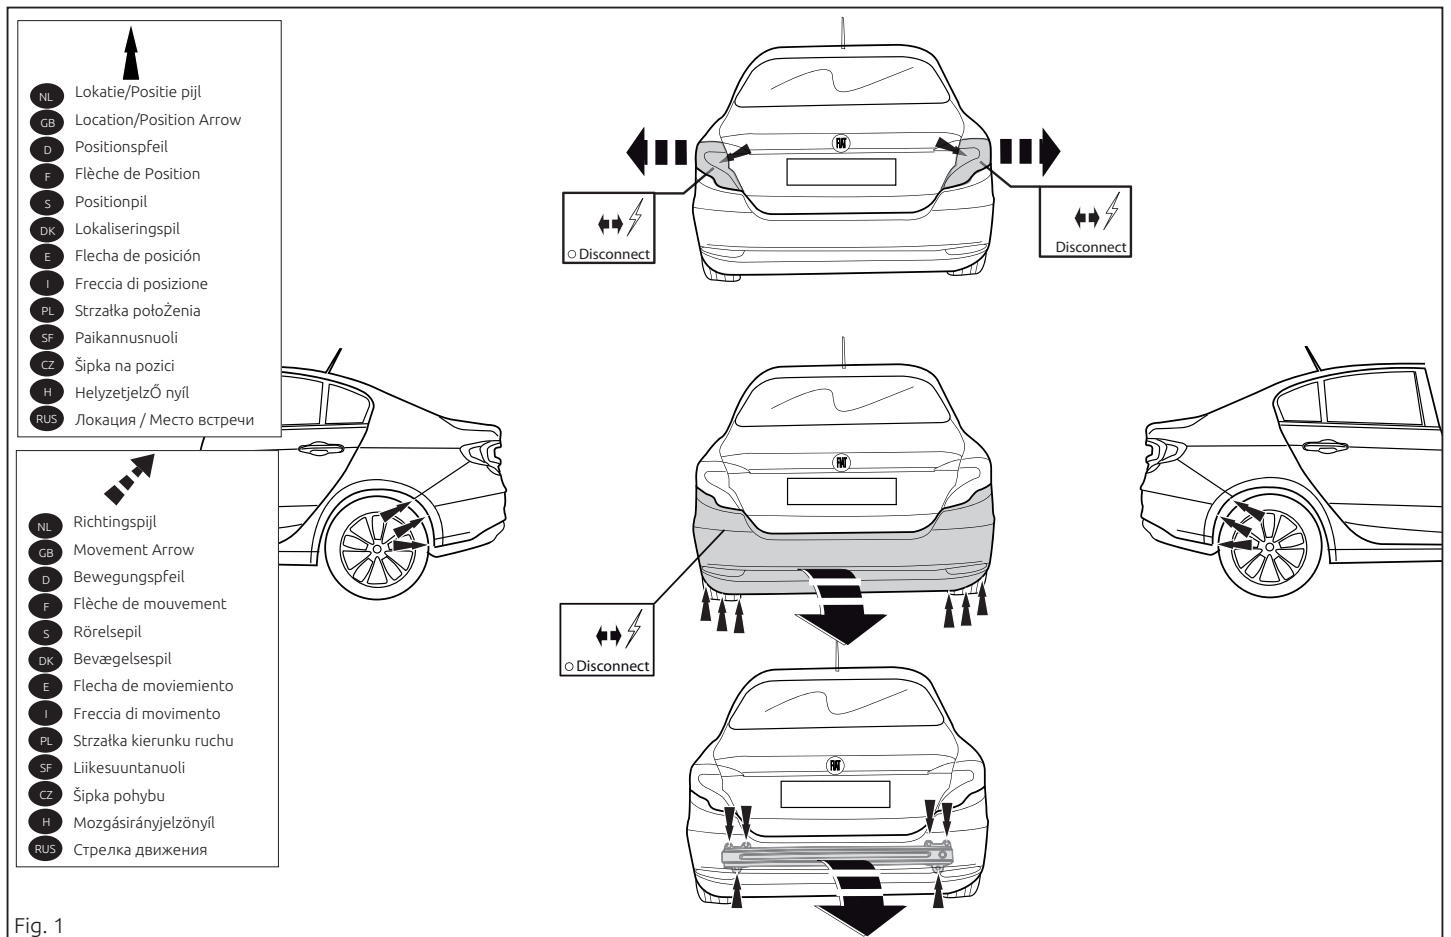

Fig. 1
2. Remove the bumper and the steel buffer beam from the vehicle. The buffer beam will no longer be needed. See figure 1.
2. Die Stoßstange einschließlich des stählernen Stoßbalkens vom Fahrzeug abmontieren. Der Stoßbalken wird nicht mehr benötigt. Siehe Abbildung 1.
2. Déposer le pare-chocs du véhicule y compris la traverse en acier ; la traverse ne sera plus utilisée. Voir la figure 1.
2. Demonter kofangeren, inklusive køretøjets stålstødbjælke. Stålstødbjælken skal ikke længere anvendes. Se fig. 1.
2. Снять бампер вместе со стальным буферным брусом автомобиля. Буферный брус больше не понадобится. См. рисунок 1.